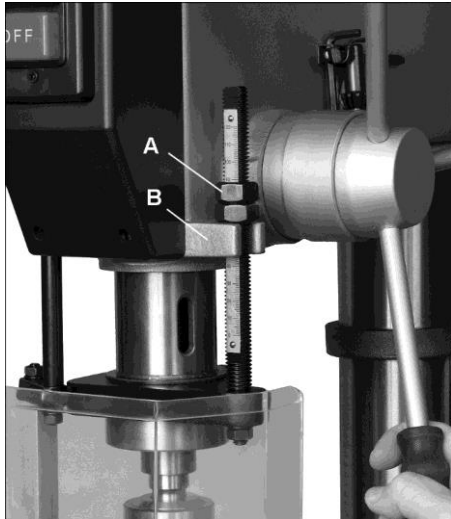

Рис. 8-1: регулировка упора глубины сверления
3. Другой рукой закручивайте контргайки (А, Рис. 8-1) на упорном стрежне до тех пор, пока они не будут плотно притянуты к упору (В).